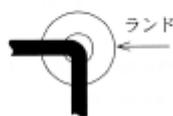
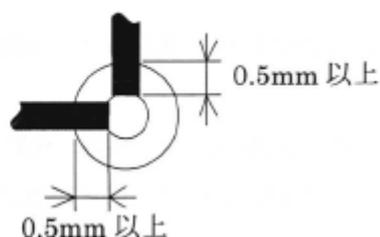

図8
図9
- ・配線の方向を変える場合は、図8のようにランド上で行い、そのランドをはんだ付けすること。また2方向から直角に交わるスズメッキ線を配線するランドでは、スズメッキ線を図9のように切断し、そのランドをはんだ付けすること。